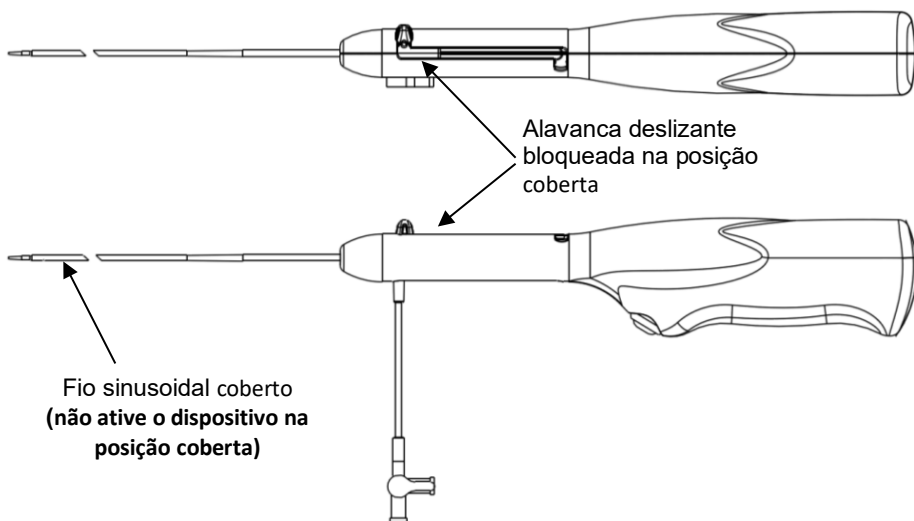

Figura 3
9. Coloque o dispositivo na posição coberta; empurre a alavanca deslizante para a posição distal e rode-a para bloquear na posição coberta (consulte a Figura 3). Na posição coberta, apenas a ponta flexível do fio sinusoidal deve prolongar-se além do cateter. **Aviso: o dispositivo não deve ser ativado na posição oculta.**
9. Coloque o dispositivo na posição coberta; empurre a alavanca deslizante para a posição distal e rode-a para bloquear na posição coberta (consulte a Figura 3). Na posição coberta, apenas a ponta flexível do fio sinusoidal deve prolongar-se para lá do cateter. O dispositivo não deve ser ativado na posição oculta.